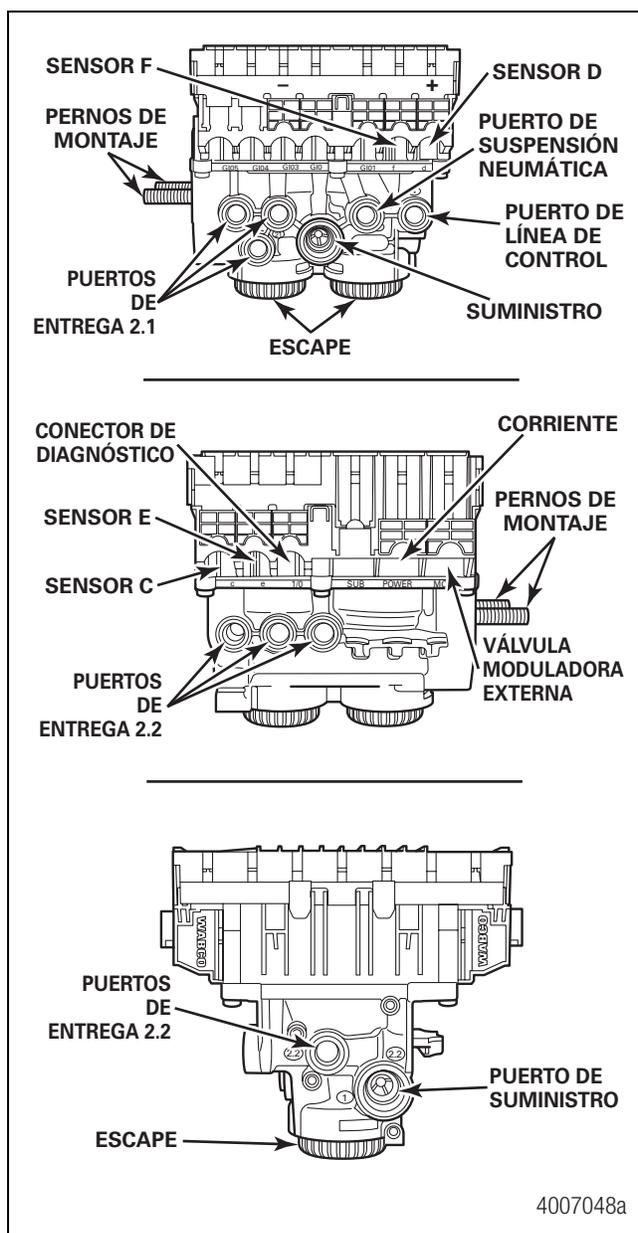

Figura 6.3
- Desconecte del Conjunto de ECU/Válvulas el cable de corriente, el cable de la válvula relevadora adicional (si se utiliza) y todos los cables de sensores. Figura 6.3.
NOTA: Siempre que un cable de sensor no esté conectado al conector de un sensor, el tapón negro debe permanecer en el conector para protegerlo de suciedad y contaminación. Figura 6.3.
2. Conecte las líneas de entrega de aire del conjunto de la ECU/ válvulas. Los puertos etiquetados 2.1 y 2.2 son NPTF de 3/8 de pulgada. Consulte en la Figura 6.3 las asignaciones de puertos de la ECU/válvulas y en la Sección 4 la configuración de la línea de aire.